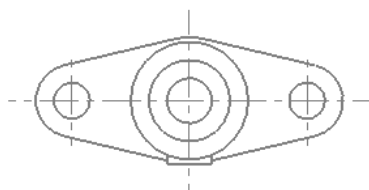
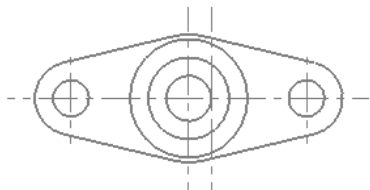

图 3.16.21 绘制凸圆柱
图 3.16.22 平移中心线
Step9. 绘制图 3.16.21 所示的凸圆柱。
(1) 平移竖直中心线。
① 选择命令。选择下拉菜单 **转换(X)** → **平移(T)...** 命令。
② 定义第一个平移对象。在绘图区选取竖直中心线为第一个平移对象，然后在“标准选择”工具栏中单击 按钮，完成第一个平移对象的定义，同时系统弹出“平移选项”对话框。
③ 定义平移距离。在“平移选项”对话框中选中 复选单选项，在 **极坐标** 区域的 文本框中输入值 5，按 **Enter** 键确认。
④ 单击 按钮完成中心线的平移，如图 3.16.22 所示。